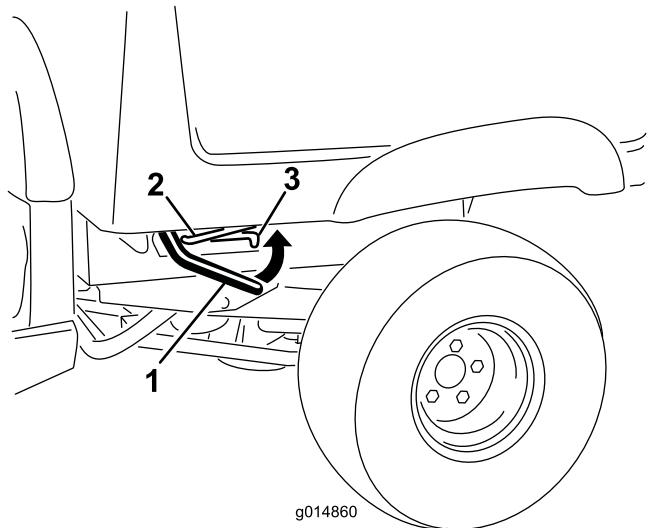

図 1
1. 荷台の前側の角部の近くにあるラッチレバーを持ち上げて、荷台を完全に上昇させる図1。
2. 荷台が上がったら、車体の左側フレームについている支え棒を、荷台の底部についているスロットの奥までいれて荷台を支える図1。
9. 荷台の前側の角部近くにあるラッチレバーを持ち上げて図 1。